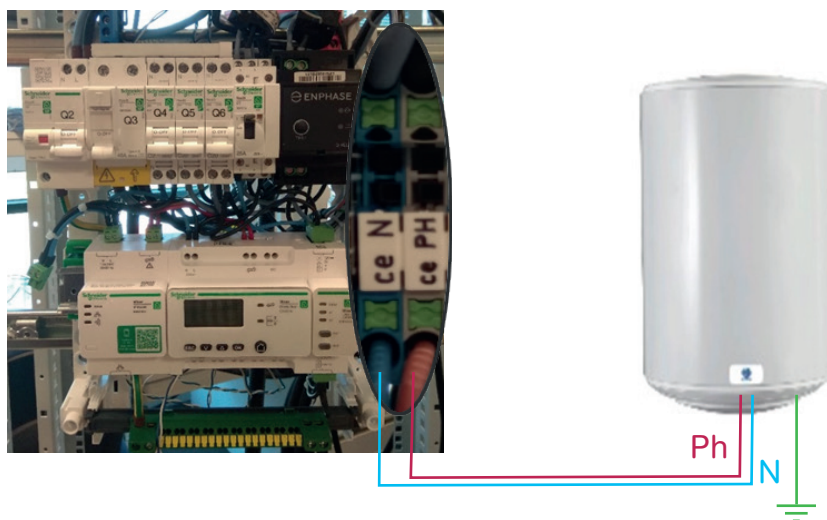

Figure 8: Câblage du chauffe-eau aux borniers
- Câbler la phase et le neutre du chauffe-eau aux bornes Ce PH et Ce N (figure 8).